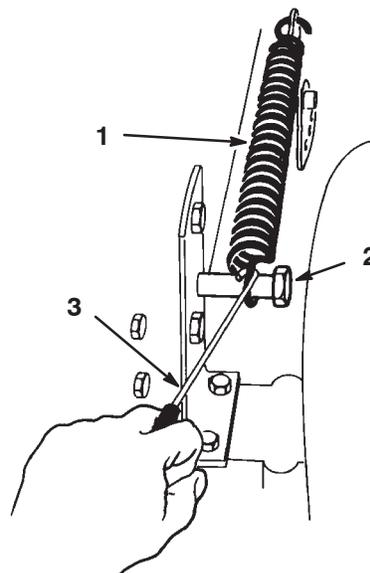

Figure 46
15. Accrochez le ressort compensateur entre la patte de levage droite du plateau de coupe et le boulon de retenue (Fig. 46).